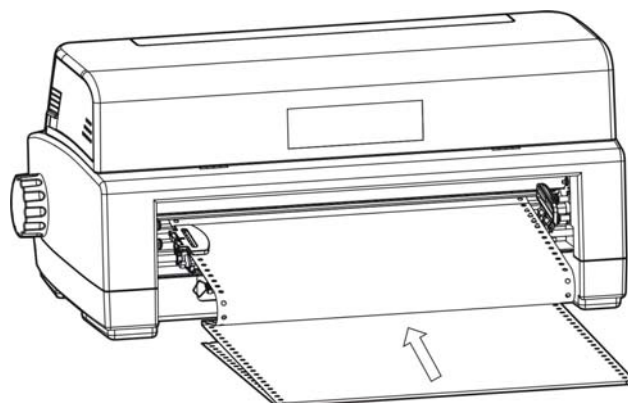

图 3-5 将连续纸安装在拖纸器链轮上
4. 打开链齿盖，将连续纸装入链齿轮，再合上链齿盖（如图 3-5 所示）。